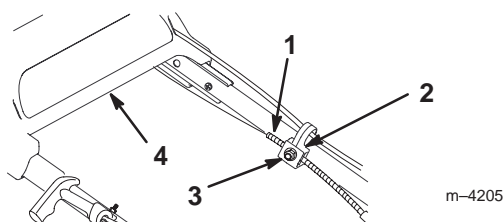

Figure 22
3. Desserrez l'écrou du support de guidage du câble (Fig. 22).
6. Baissez la gaine du câble (vers la tondeuse) pour éliminer le mou du câble (Fig. 22).
7. Tout en maintenant la gaine dans cette position, desserrez le support de transmission et serrez l'écrou sur le support du câble (Fig. 22).